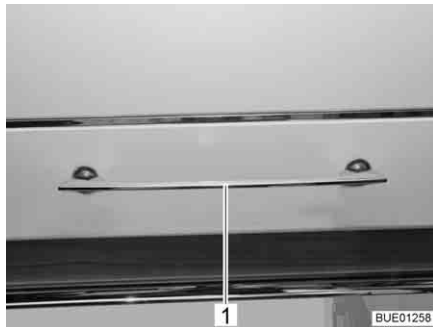

Fig. 38 Abattant de placard avec poignée de déverrouillage
- Enfoncer la poignée de déverrouillage (Fig. 38,1) vers le bas et le maintenir enfoncé.